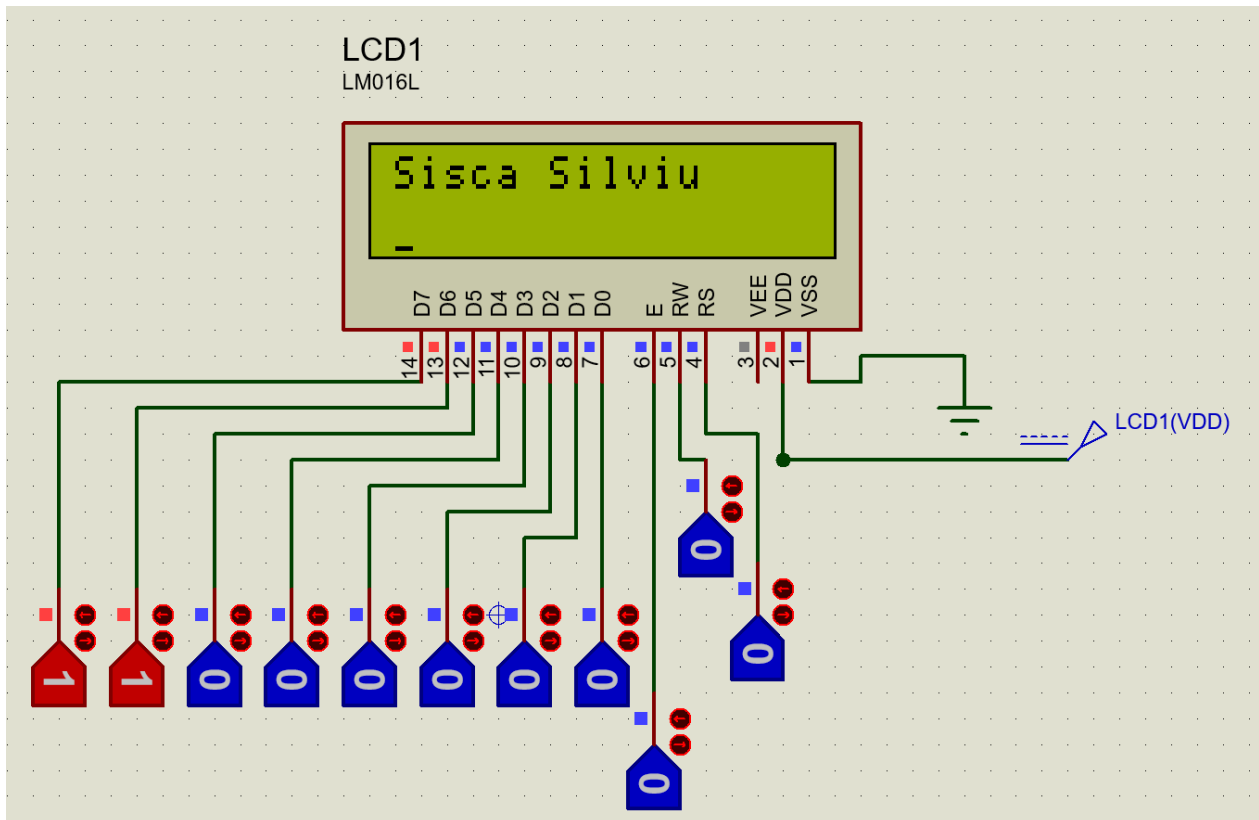

Figura 4: Schimbarea rândului – Rezultat parțial
2. Schimbarea rândului. Pentru a trece de pe primul rând pe cel de-al doilea, s-a revenit scurt la RS=0 pentru a trimite comanda de adresare 0xC0 (Set DDRAM Address). Această etapă de repoziționare a cursorului este ilustrată în Figura 4.